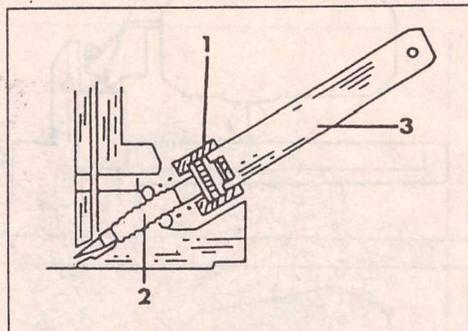

Рис. 123. Специальный инструмент MD998298 (3) для регулировки винта качества смеси (2) вводится через уплотнительный колпачок (1).
- Завернуть до конца регулировочный винт (2) инструментом, показанным на рис. 123, не пережимая винта.